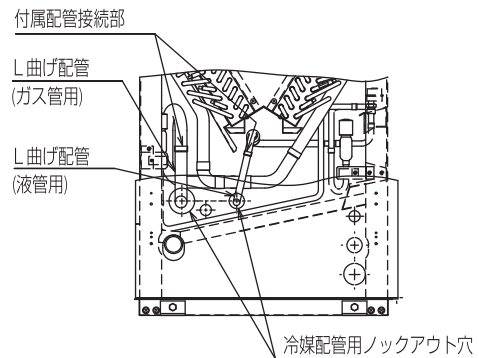

図2
防振ゴムは基礎とドレンパンの間に取付可能ですが、基礎ボルトを防振ゴムの高さ分長くする必要があります。[図 2]
6. ユニットの幅方向に基礎を設置する場合は、[図 2] の ※ 寸法部を確実に支持出来るように施工してください。
- (5) 図2・図3 に示すとおり、付属配管・現地配管を左側面サービス点検口および前面からロウ付接続を行ってください。
現地配管接続部 図3 → 付属配管接続部 図2
- (4) 図2・図3に示すとおり、付属配管・現地配管をロウ付接続してください。